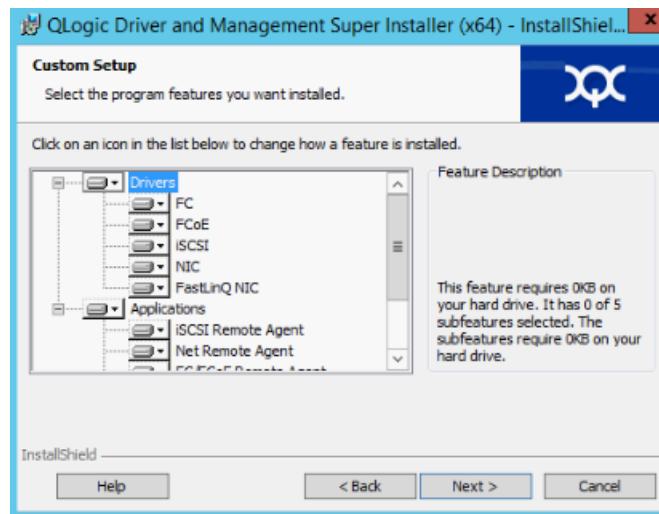

Figure 3-5. Assistant InstallShield : Fenêtre d'installation personnalisée
6. Si vous avez sélectionné **Custom** à l'étape 5, remplissez la fenêtre d'installation personnalisée (Figure 3-5) comme suit :